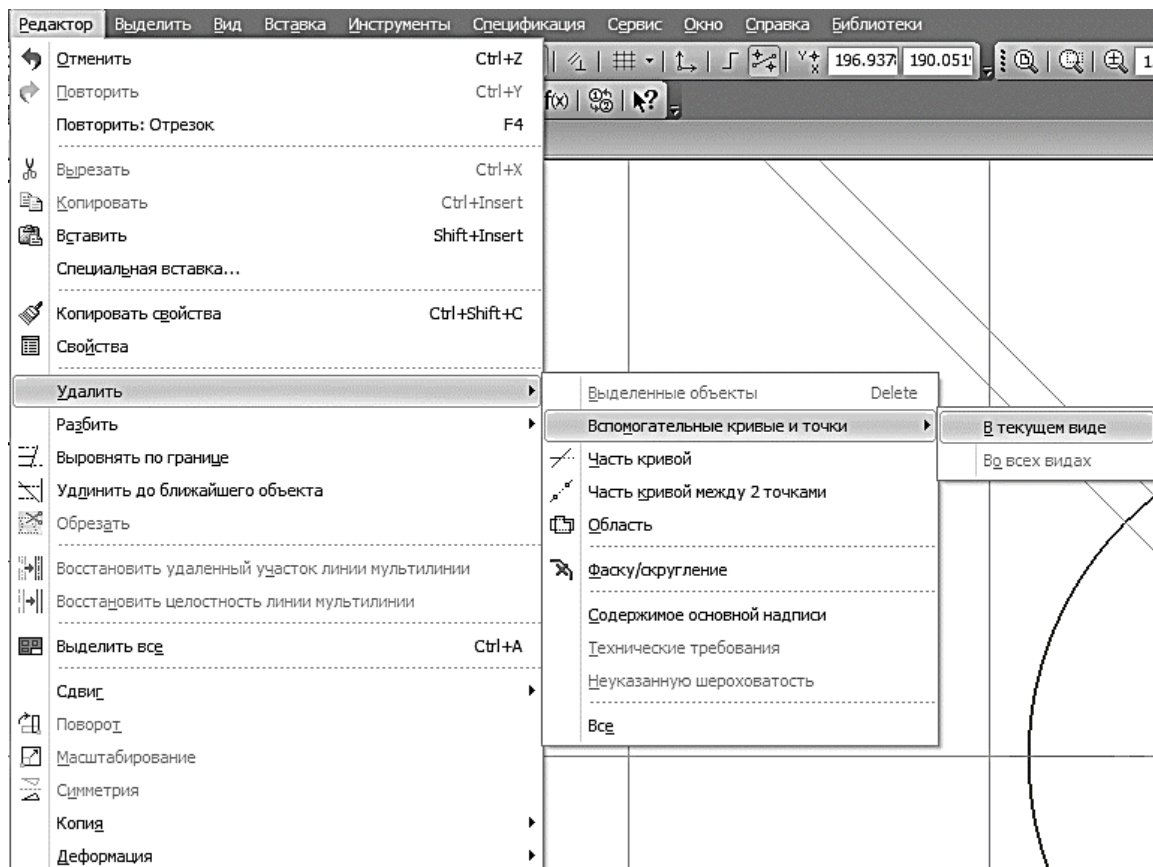

Рис. 53. Удаление элементов
2.10.5 Убрать вспомогательные прямые. В меню **Редактор – Удалить – Вспомогательные кривые и точки – В текущем виде** (рис. 53).